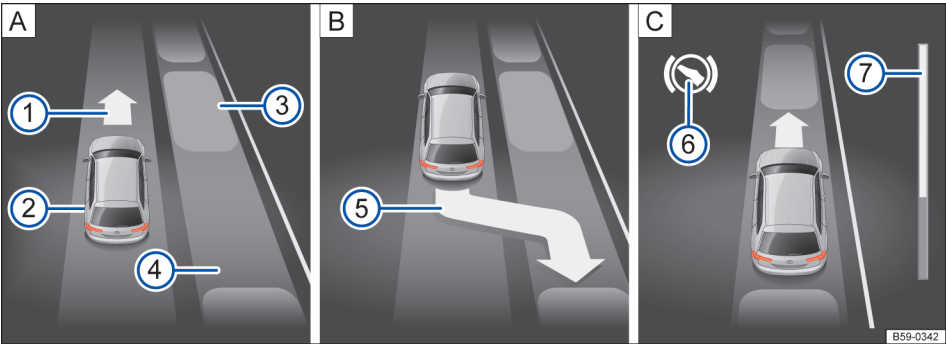
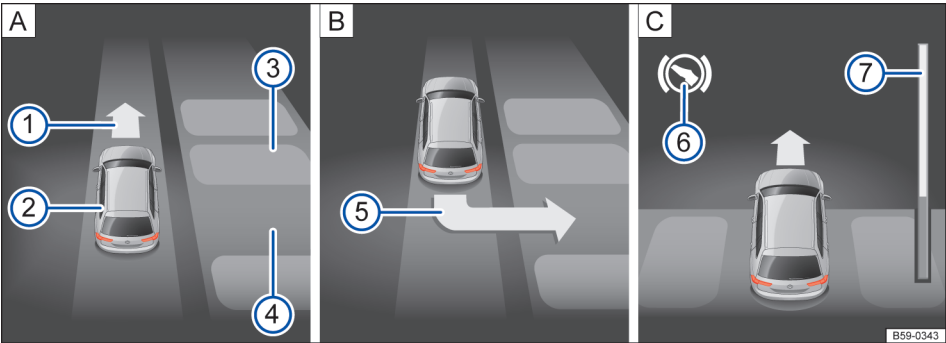

图 156 组合仪表显示器上：与路面平行泊车。A 寻找停车位，B 泊车的位置，C 调车
图 157 组合仪表显示器上：与车道垂直泊车。A 寻找停车位，B 泊车的位置，C 调车
→ 图 156 或→ 图 157 的图例：
在组合仪表的显示器中，进度条显示→ 图 156 ⑦ 或 → 图 157 ⑦ 以符号方式呈现出待行驶的相对距离。距离越长，进度条上的填满状态越大。向前行驶时，进度条的填满部分往上递减，倒车行驶时，进度条的填满部分往下递减。
2.	注意组合仪表显示器中的显示，是否侦测到「合适的」停车位或横向停车位，是否到达 正确的泊车位置→图 156 B 或→图 157 B 。
6.	倒车行驶直到泊车雷达系统发出持续音讯号。 或：倒车行驶，直到组合仪表显示器上出现向前行驶要求→图 156 A ① 或→图 157 A ① 。
9.	向前行驶直到泊车雷达系统发出持续音讯号。 或：向前行驶，直到在组合仪表的显示器中出现倒车的要求。 智能泊车辅助系统控制汽车前进或倒车，直到汽车笔直停在停车位或横向停车位中为止→图 156 C 或→图 157 C 。